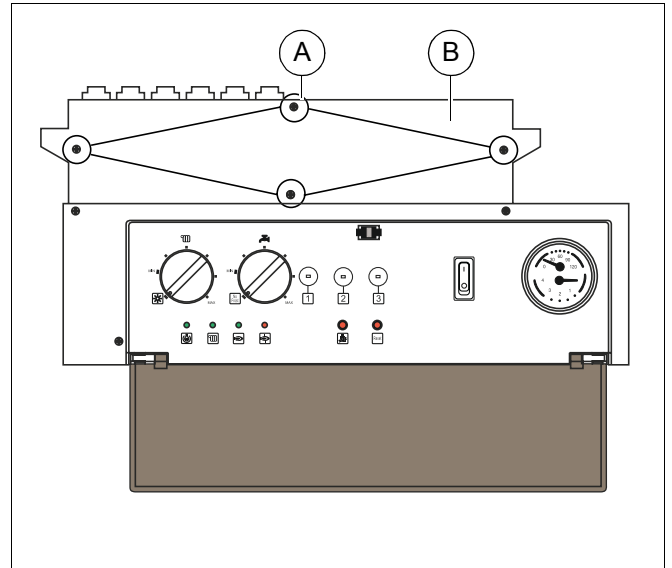

Fig. 40 Determinarea poziției jumperilor
- Pentru ca panoul să fie accesibil, deșurubați (Fig. 40, **Poz. A**) cele 4 șuruburi și îndepărtați (Fig. 40, **Poz. B**) învelișul.